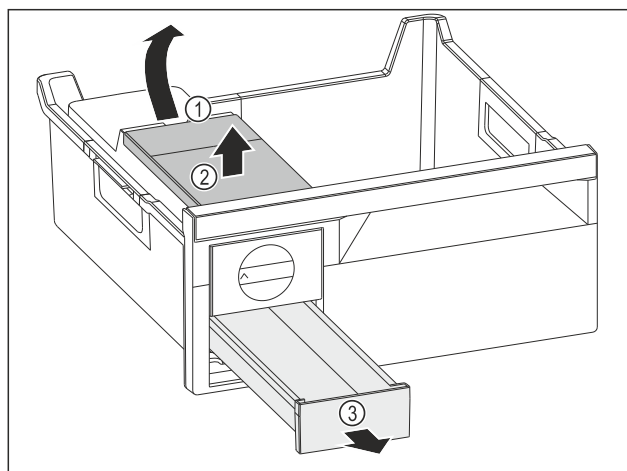

Fig. 243
- Wassertank entnehmen: Wassertank an der Aussparung Fig. 243 (1) anheben.
- Wassertank Fig. 243 (2) nach oben entnehmen.
- Eisdüfelschubfach Fig. 243 (3) nach vorne entnehmen.